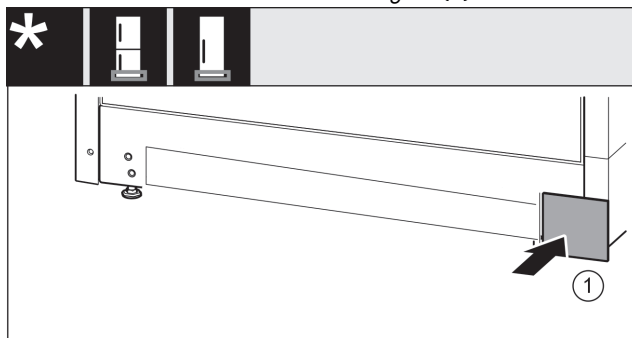

Fig. 18
- ▶ Kryt opět nasadte na druhé straně. *Fig. 18 (1)*